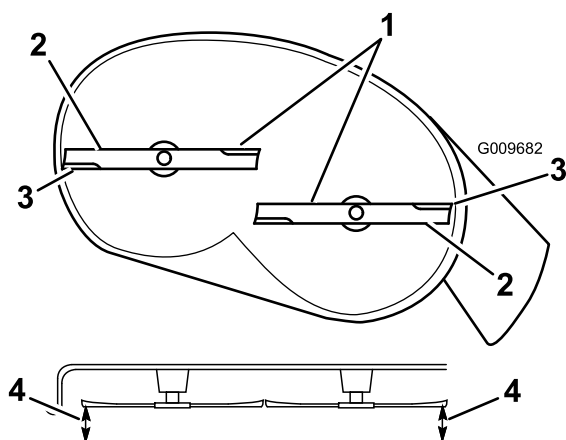
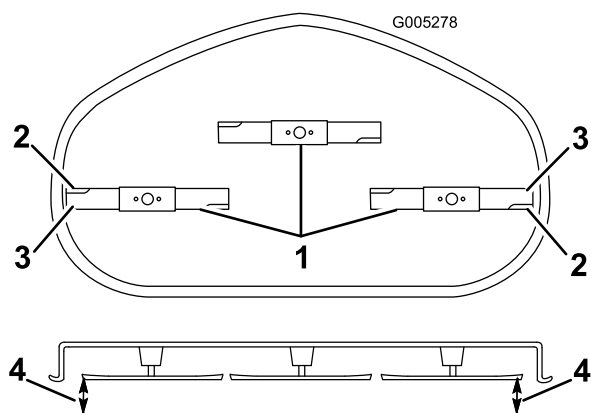

Figura 59
Figura 60
4. Rode cuidadosamente as lâminas para que todas estejam alinhadas (Figura 59 e Figura 60).
- Meça entre as extremidades de corte exteriores e a superfície plana (Figura 59 e Figura 60). Se ambas as medições não se encontrarem dentro do intervalo de 5 mm, é necessário um ajuste, continue com este procedimento.